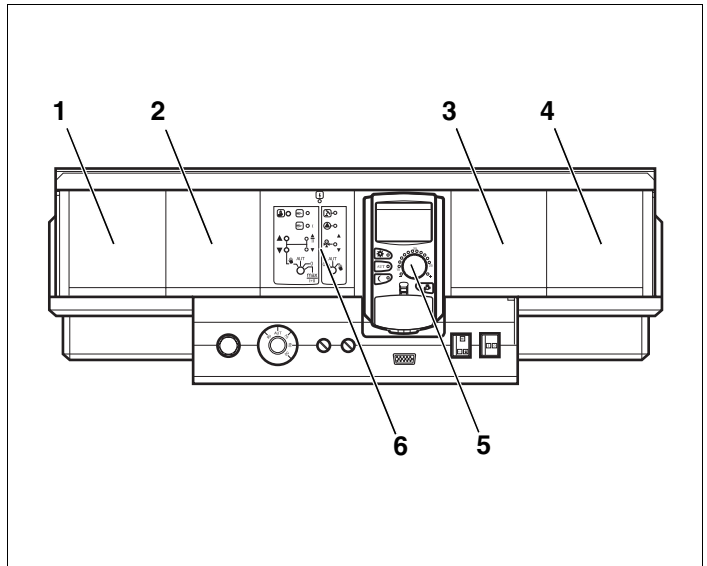

Fig. 17 Disposizione degli alloggiamenti
Montate il modulo FM 446 solo nella posizione di estrema destra (fig. 17, **pos. 4**) dell'apparecchio di regolazione.
A seconda del numero di moduli utilizzati, il modulo FM 445 può essere montato nell'alloggiamento 3 o 4 (fig. 17, **pos. 3 e 4**).
L'alloggiamento A (fig. 17, **pos. 6**) è occupato in modo fisso da uno dei moduli centrali ZM 432 o ZM 433, mentre l'alloggiamento B (fig. 17, **pos. 5**) è occupato dal modulo di controllo CM 431 e dall'unità di servizio MEC 2.